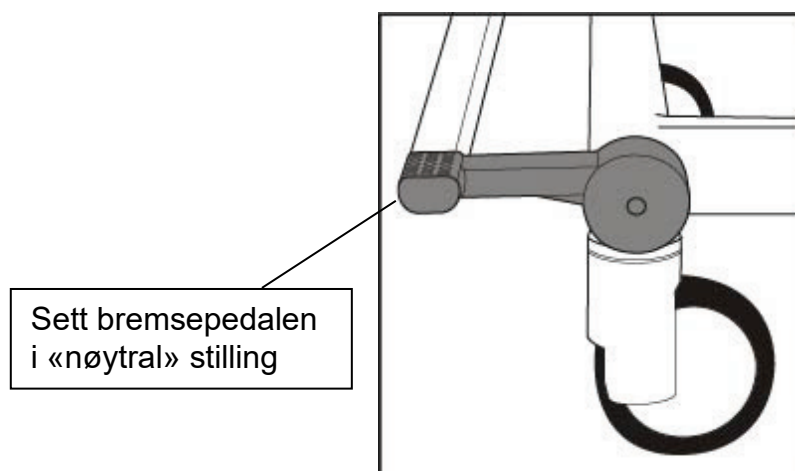

Fig. 2 Nøytral stilling
2. Kontroller at bremsene er ulåst og at bremsepedalen står i «nøytral» stilling. **(Se Fig. 2)**